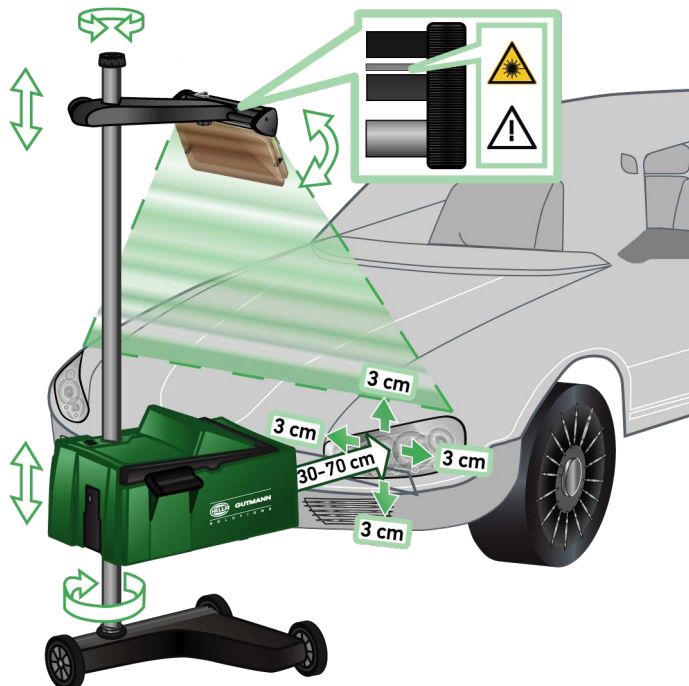

Abb. 6:
4. Das Optikgehäuse mithilfe des Laservisiers oder der optischen Visiereinrichtung so ausrichten, dass die Laserlinie 2 auf gleicher Höhe, symmetrisch zur Fahrzeuglängsachse liegende Punkte (Abb. 6) berührt.
5. Das Handrad der Säulenarretierung festdrehen (Abb. 6), ohne die Ausrichtung zu verstellen.
Der Abstand von der Vorderkante des Optikgehäuses bis zum Scheinwerfer muss zwischen 30...70 cm (Abb. 6) liegen.